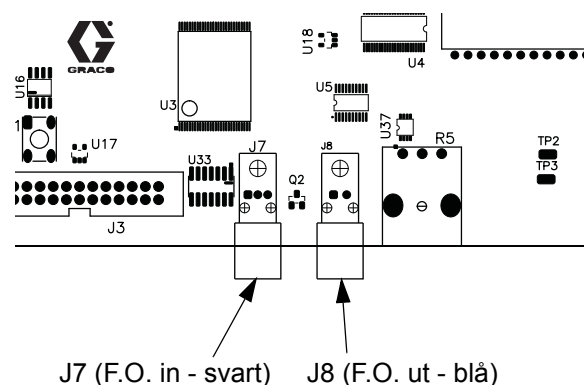

FIG. 19 EasyKey-kretskort
5. Dra fiberkabeln genom den fyrkantiga självhäftande kabelhållaren. Anslut de blå och svarta kabelkontaktarna till motsvarande kontakter på EasyKey-kretskortet. Se FIG. 19. Sätt i kabelkontaktarna tills de bottenar (cirka 6 mm) och dra sedan åt den gängade delen.